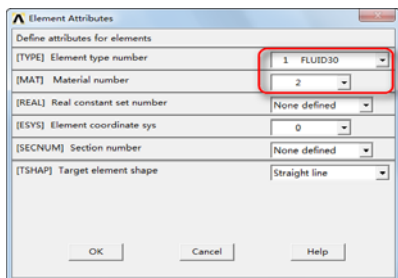

图 11-88 “Elements Attributes”对话框
⑩ 依次选择 Main Menu → Preprocessor → Modeling → Create → Elements → Elem Attributes, 会弹出“Elements Attributes”对话框, 如图 11-88 所示, 在“Material Number”选择列表中选择 2, 其余采用默认设置, 单击“OK”按钮关闭该对话框。
⑪依次选择 Main Menu→Preprocessor→Modeling→Create→Elements→Elem Attributes，会弹出“Elements Attributes”对话框，如图 11-88 所示，在“Element type number”选择列表中选择“2 FLUID30”，在“Material Number”选择列表中选择 2，其余采用默认设置，单击“OK”按钮关闭该对话框。